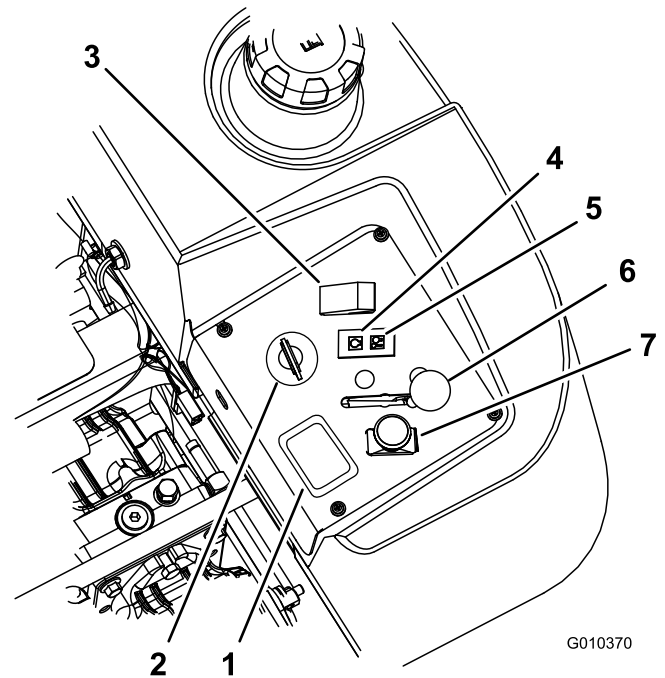

Figura 13
4. Mueva el mando de la TDF (toma de fuerza) a la posición Desengranada (Figura 13).